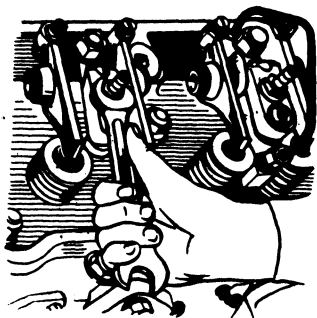
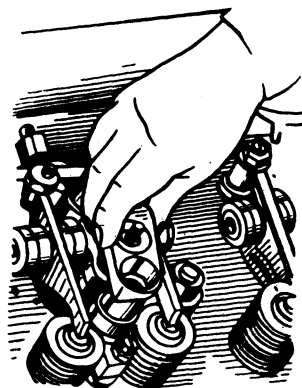

Рис. 71. Отвертывание гайки крепления форсунки
Рис. 72. Снятие скобы
4. Отверните гайки скоб крепления форсунок (рис. 71), снимите скобы крепления форсунок (рис. 72) и форсунки, предохраняя распылители от ударов и засорения отверстий.